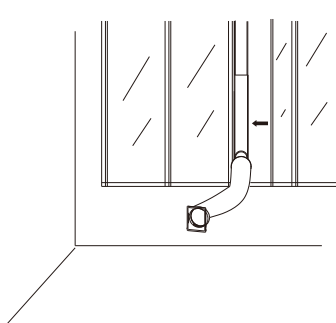

Fig. 7
8. Installare il condotto di scarico dell'aria, il kit finestra e i relativi accessori sulla finestra, quindi chiudere la finestra secondo la direzione indicata dalla freccia in Fig7 per bloccare saldamente il kit finestra.